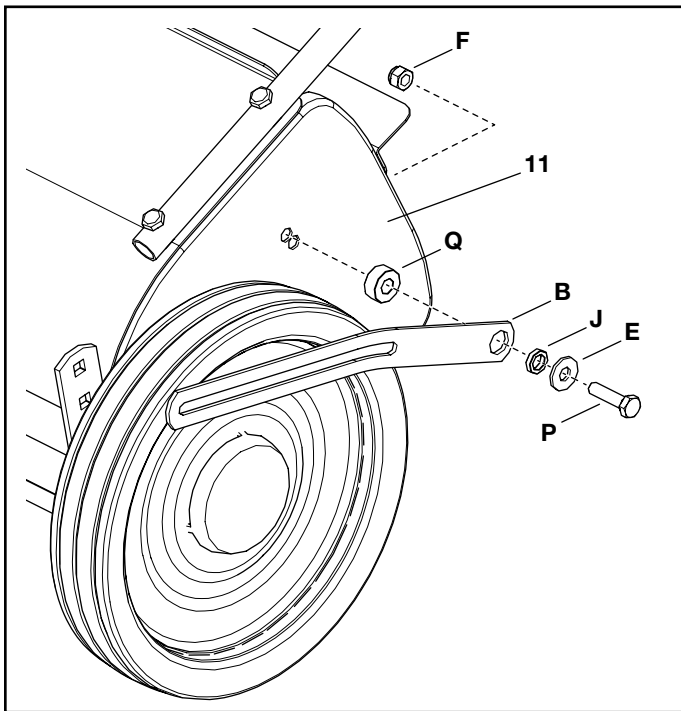

FIGURE 3
STEP 3: (SEE FIGURE 3)
- Attach the height adjustment strap (B) to the right side of the sweeper housing (11) using a 5/16-18 x 1-1/4 hex bolt (P), 375 x .875 x .083 washer (E), .410ID x .620OD x .15 spacer (J), .380ID x .875OD x .38 spacer (Q), and .312-18 Nylock hex nut (F).
(VOIR LA FIGURE3) Fixez la sangle de réglage de la hauteur (B) sur le côté droit du boîtier de la balayeuse (11) à l'aide d'un boulon hexagonal 5/16-18 x 1-1/4 (P), d'une rondelle 375 x .875 x .083 (E), d'une entretoise .410ID x .620OD x .15 (J), d'une entretoise .380ID x .875OD x .38 (Q) et d'un écrou hexagonal .312-18 Nylock (F).